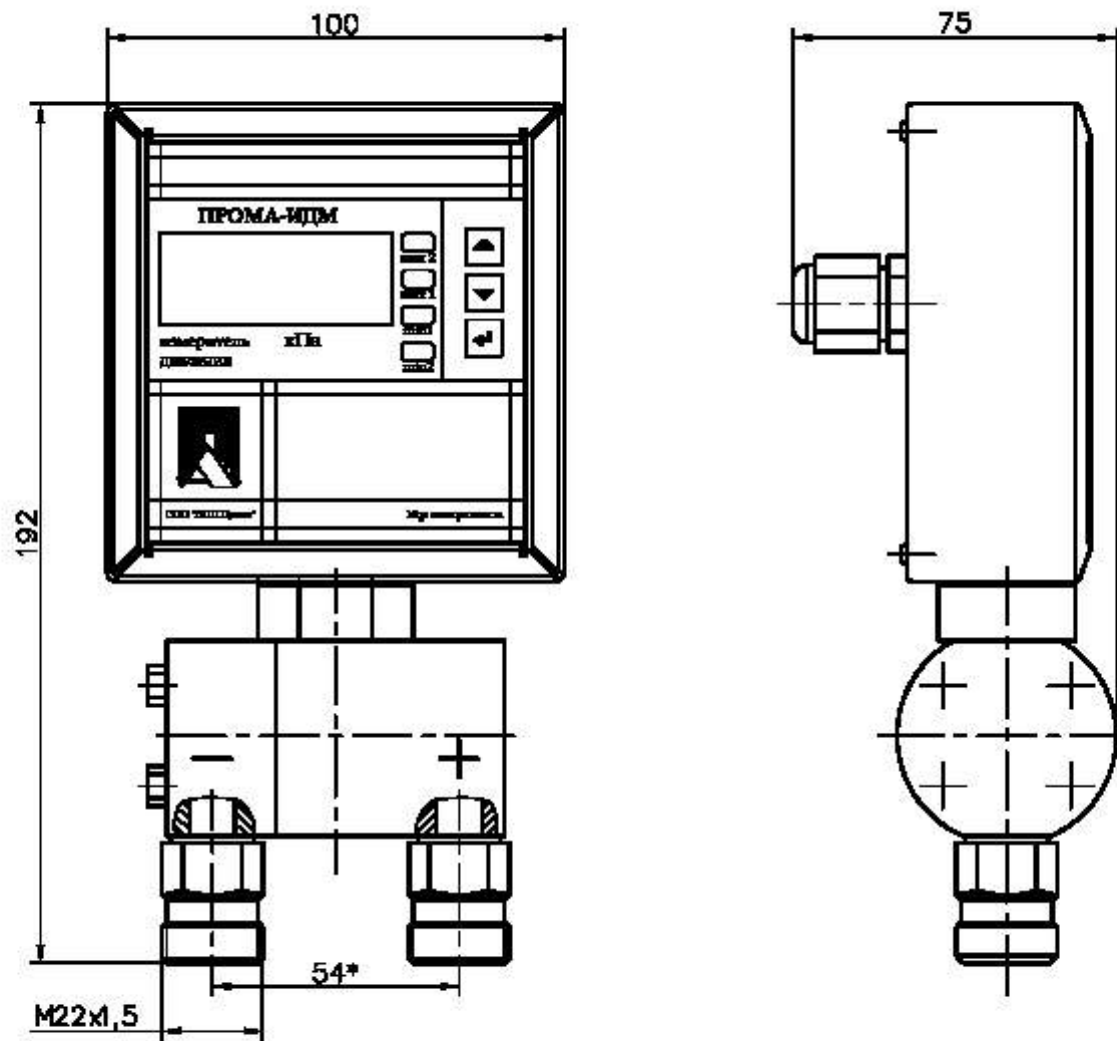

Рис. 3.5.Измеритель ПромА-ИДМ-ДД-Р (газ). Исполнение для штуцерно-резьбового монтажа.-моноблок. Габаритный чертеж.
- Рис. 3.5. Измеритель Прома-ИДМ-ДД-Р (газ). Исполнение для штуцерно-резьбового монтажа. Габаритный чертеж.